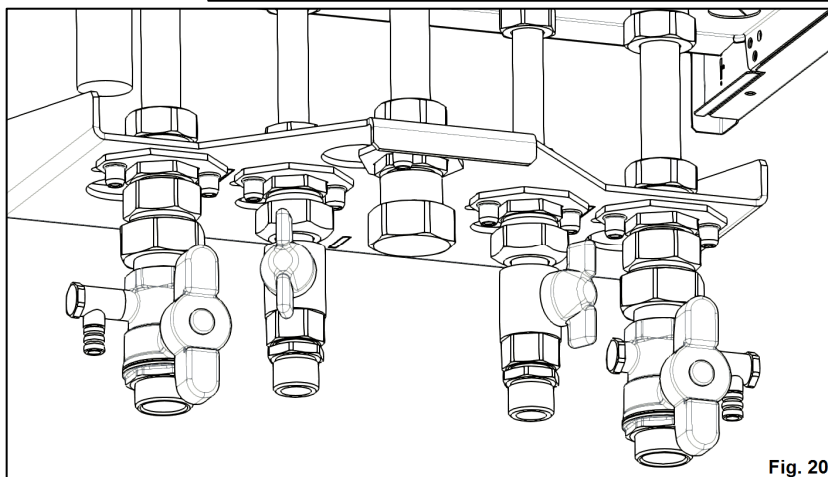

Fig. 20
14. Ansamblurile obtinute se monteaza pe centrala, prin intermediul conexiunii de tip olandez, intr-o pozitie convenabila utilizarii (Fig. 20).